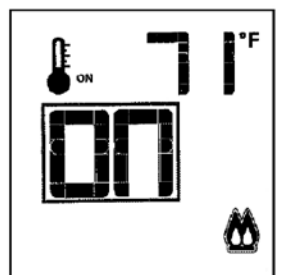

Figure 63. «Split Flame» (brûleur secondaire).
- Le brûleur auxiliaire (brûleur avant) est activé en utilisant la touche Mode pour défiler jusqu'à l'icône «Split Flow» (brûleur secondaire). Enfoncer la touche fléchée Haut (^) pour l'allumer (Fig. 63). Enfoncer la touche fléchée Bas (v) pour l'éteindre. Un «bip» du récepteur confirmera la réception de la commande.